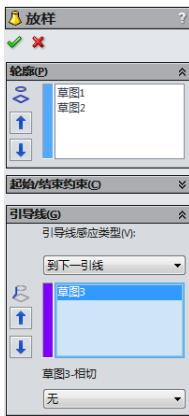

图 3-61 “放样”属性管理器
**11** 执行放样命令。在菜单栏中选择“插入”→“凸台/基体”→“放样”命令，或者单击“特征”工具栏中的“放样”图标按钮 ，执行放样命令，系统弹出如图 3-61 所示的“放样”属性管理器。